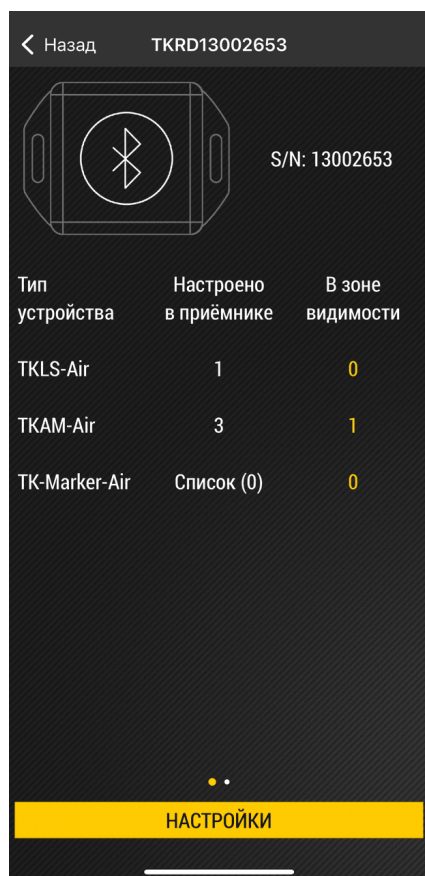
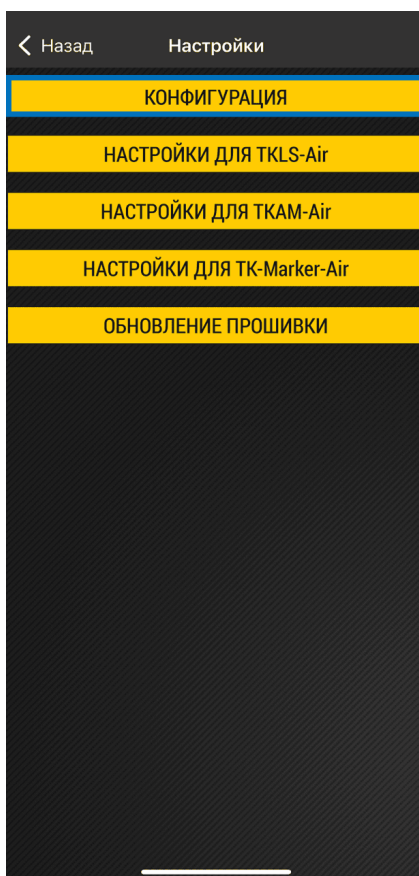
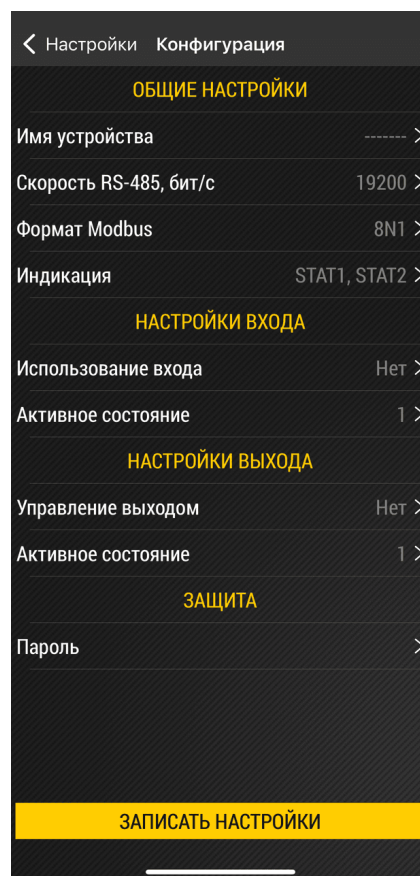

Рис.8. Рабочий экран
Рис.9. Меню настроек
Рис.10. Меню «Конфигурация»
1. На рабочем экране устройства нажмите «**Настройки**» (Рис.8), далее «**Конфигурация**» (Рис.9). Откроется экран с настройками приемника (Рис.10).
9. По окончании настроек нажмите кнопку **«Записать настройки»** (Рис.10).